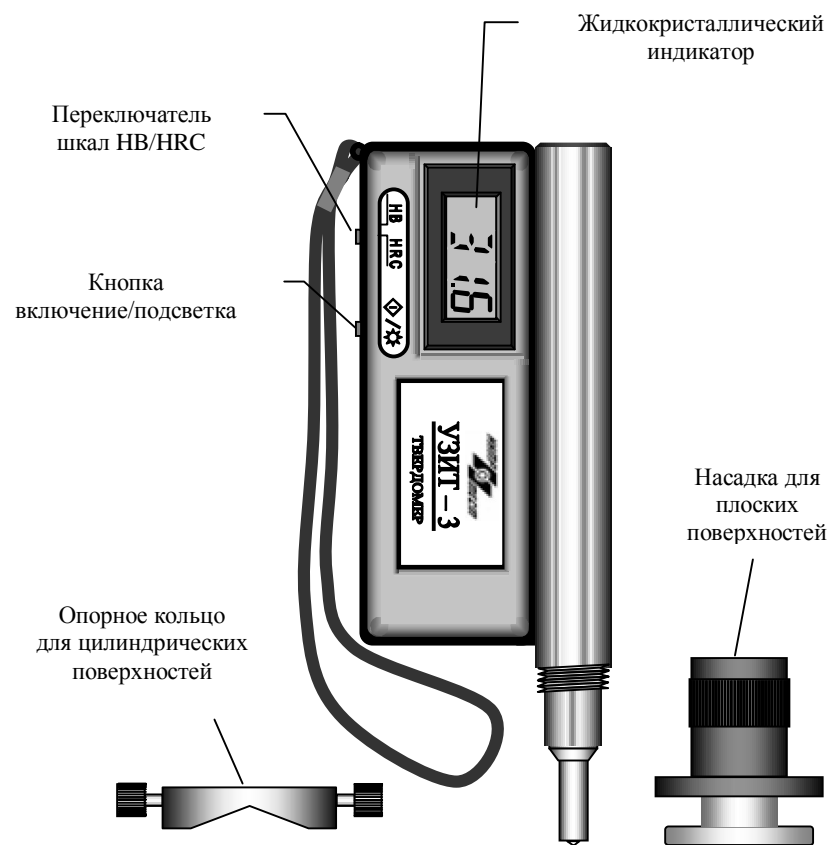

Рис. 1
1.4.1. Конструктивно прибор состоит из электронного блока, помещенного в металлический корпус, и датчика цилиндрической формы, соединенных между собой неразъемно, без кабеля связи, что существенно повышает надежность и удобство работы с прибором (рис. 1).
1.4.2. На верхней панели корпуса прибора расположен жидкокристаллический индикатор. Кнопка включения "⬠/⚙" (она же выполняет функцию подсветки) и переключатель диапазонов измерения "HB/HRC" расположены на боковой (торцевой) поверхности корпуса (рис. 1).